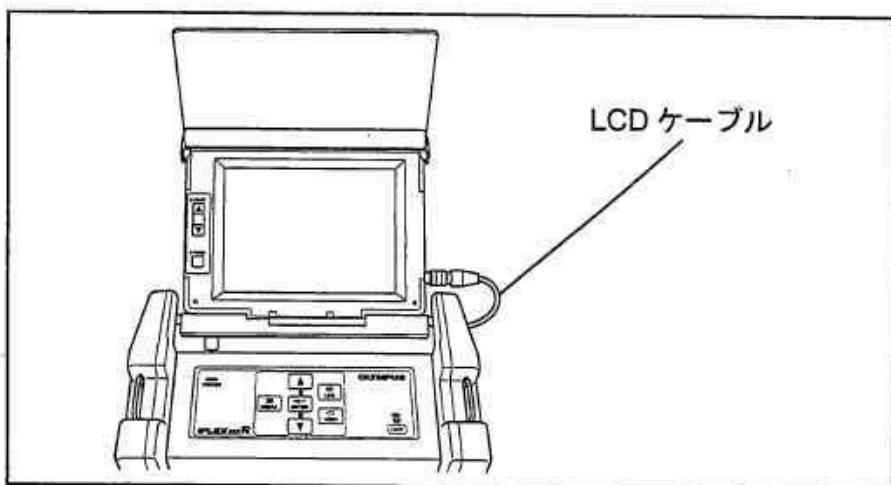

図3.18
1. LCDケーブルに切れなどの異常がなく、LCDコネクタ部に確実に接続されていることを確認します（図3.18参照）。
2. LCDモニターがMX R本体に対してスムーズに回転し任意の位置で固定されることを確認します（図3.18参照）。